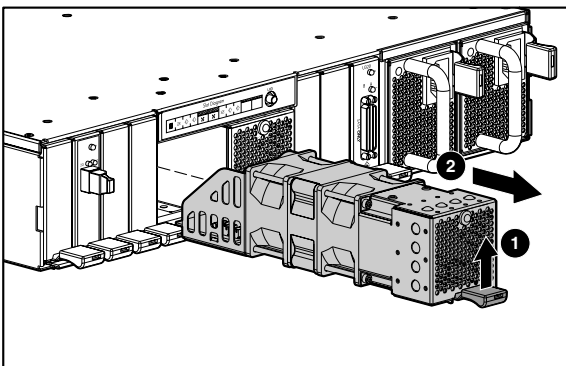

Figura 3: Extracción del módulo de ventilación
1. Levante el pestillo del módulo de ventilación de color rojo ❶ y extraiga el módulo de ventilación del receptáculo ❷ como se muestra en la Figura 3.